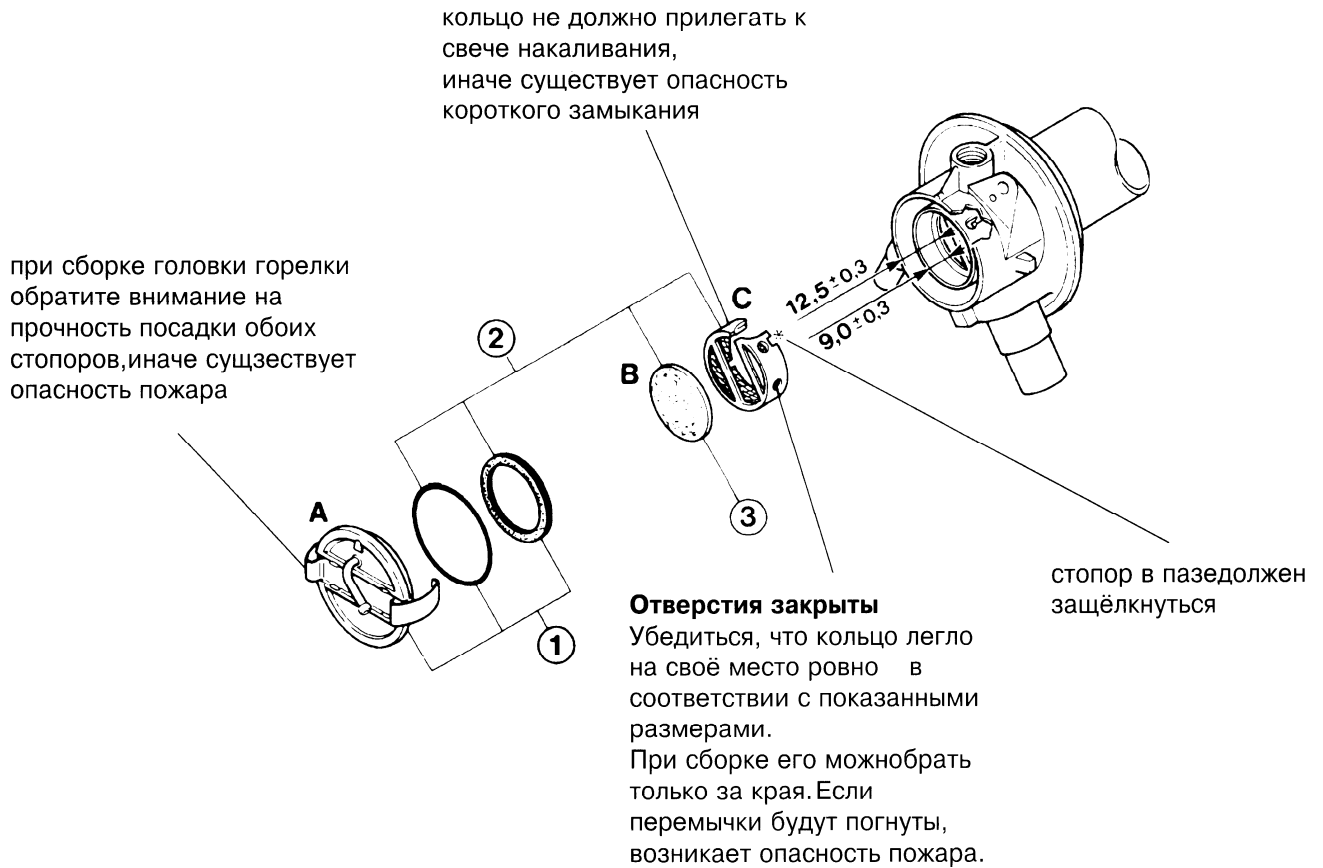
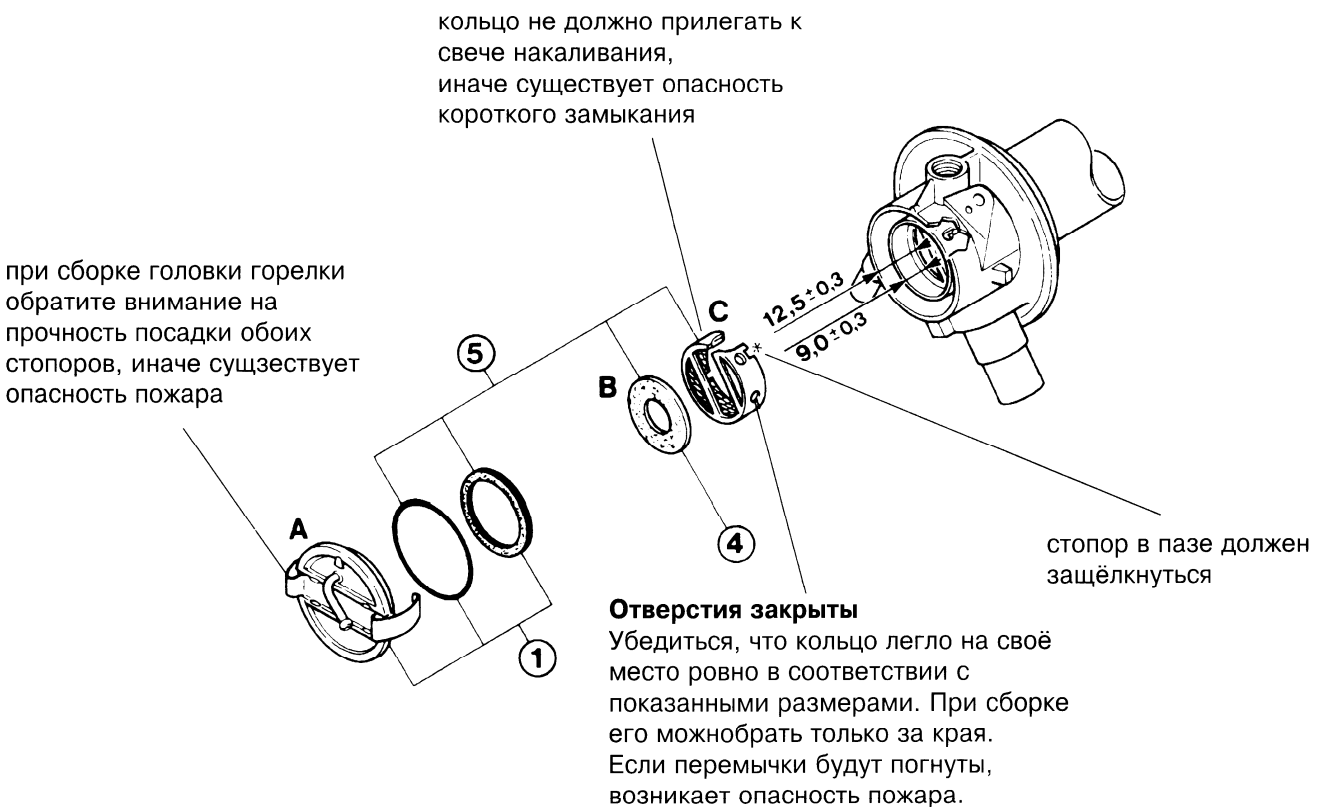

рис. 909 Последовательность монтажа головки горелки, бензиновый отопитель
рис. 910 Последовательность монтажа головки горелки, дизельный отопитель
Волокнистая прокладка различна у бензино-вых и дизельных отопителей (см. рис. 909 и 910). При сборке все части (кольцевое уплотнение, волокнистая прокладка, кольцо и уплотнение), кроме крышки необходимо заменить.
1. Установить прокладку, учитывая последовательность сборки в соответствии с рис. 909 (BBW 46) или рис. 910 (DBW 46)